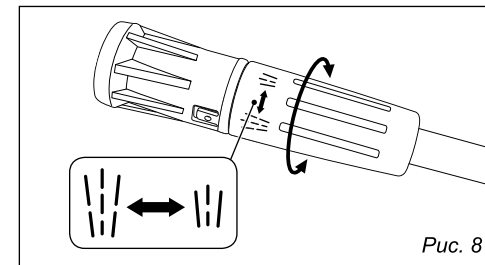

Рис. 8
■ Распылительная насадка имеет регулируемый наконечник с возможностью изменения формы струи, для этого удерживая пистолет во включенном состоянии поворачивайте наконечник до получения нужной вам формы струи (рис. 8).